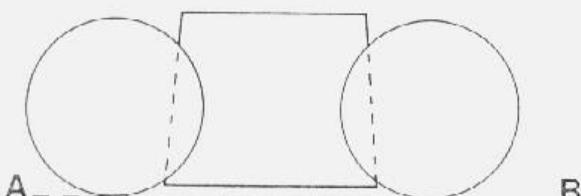

fig. 26 — instalação da chapa-trava dos eixos da marcha-à-ré do trem intermediário
7. Instalar a chapa fixadora do eixo intermediário e do eixo da marcha-à-ré como mostra a fig. 26, devendo a chapa ficar na posição indicada sem chegar até a linha tracejada. Se a chapa ultrapassar a linha tracejada, ao ser montada a extensão, esta ficará apoiada irregularmente, podendo trincar ao serem apertados os parafusos fixadores da extensão na caixa. Para esta posição ser obedecida, colocar uma régua para referência da linha tracejada.